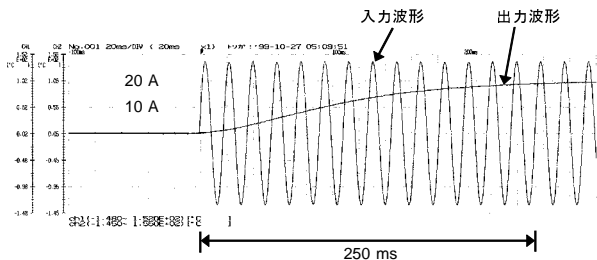

図2 出力応答波形（立上り）
- REC** 出力はアナログ出力です。f.s.入力時の出力応答時間は立上がり (0%→90% 約 250 ms) と立下がり (100%→10% 約 500ms) で違いがあります。(図 2, 3 参照) また、測定値がレンジに対して小さいほど応答時間が長くなります。